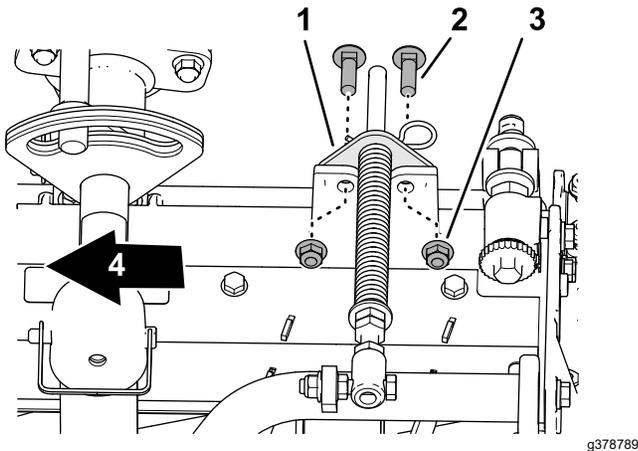

Рисунок 21
5. Совместите шпильки левой направляющей шланга с отверстиями в раме режущего блока и кронштейне компенсатора состояния грунта (Рисунок 21).
5. Совместите отверстия в кронштейне компенсатора состояния грунта с отверстиями в раме режущего блока (Рисунок 21).